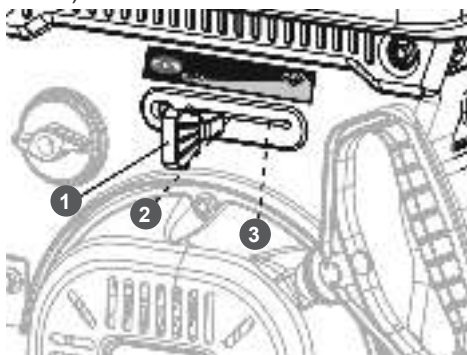

Рис. 31 Положения рычага газа
- Переведите рычаг газа сначала в крайнее левое положение, затем в крайнее правое, после чего установите рычаг в среднее положение (Рис. 31).
- Рычагом газа переведите двигатель в режим холостого хода (переведите рычаг газа в положение 2 (Рис. 31).
- Переведите рычаг газа в положение 1 (крайнее левое) (Рис. 31).